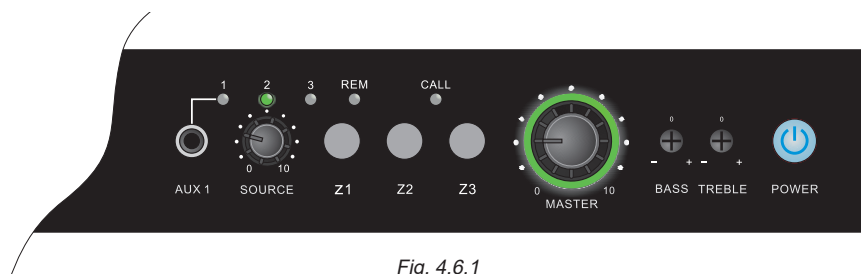

Fig. 4.6.1
Per selezionare una sorgente, dopo aver effettuato il collegamento sul pannello posteriore, premere ripetutamente il potenziometro **SOURCE (4)** fino all'accensione del LED relativo alla sorgente desiderata, (nell'esempio di fig. 4.6.1 la sorgente è quella collegata alla presa posteriore RCA AUX 2). Procedere quindi alla regolazione, ruotando il controllo **SOURCE** a seconda delle proprie necessità.
N.B. Collegando una sorgente alla presa jack **AUX 1 (3)**, il controllo **SOURCE** seleziona automaticamente l'ingresso **AUX 1** come segnalato dal relativo LED frontale (5).
To select a source, first connect it on the back panel, then press the **SOURCE** potentiometer (4) repeatedly until the LED for the desired source lights up (in the example in fig. 4.6.1, the source is the one connected to the RCA AUX 2 socket on the back panel).